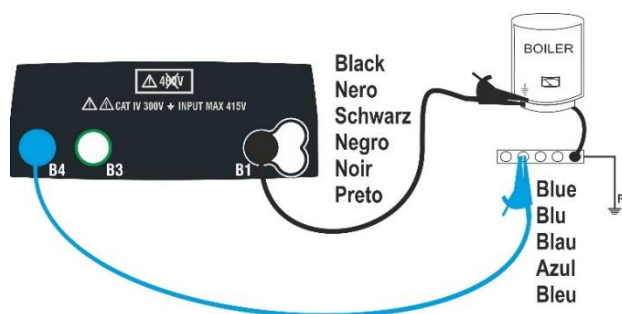
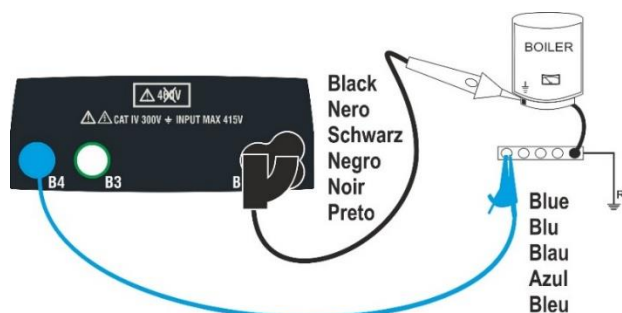

Fig. 8: Kontinuitetstest ved hjælp af prøveledninger
Fig. 9 Kontinuitetstest ved hjælp af fjernbetjeningsprobe
6. Tilslut prøveledningen til den leder, der skal testes som vist i Fig. 8 og Fig. 9